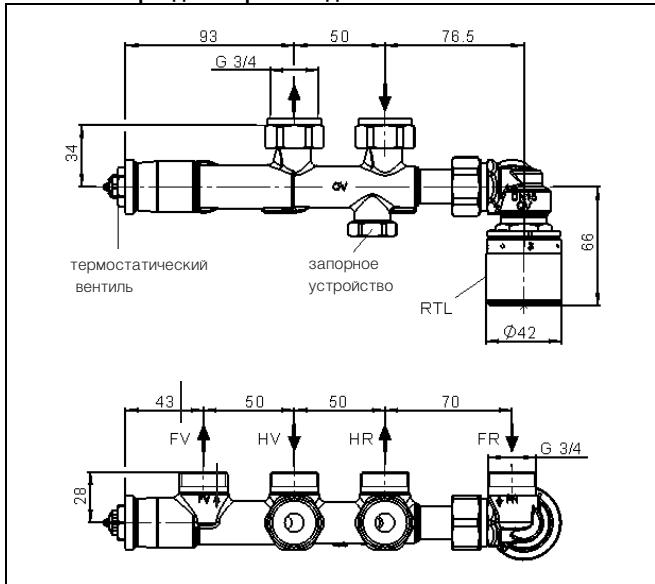
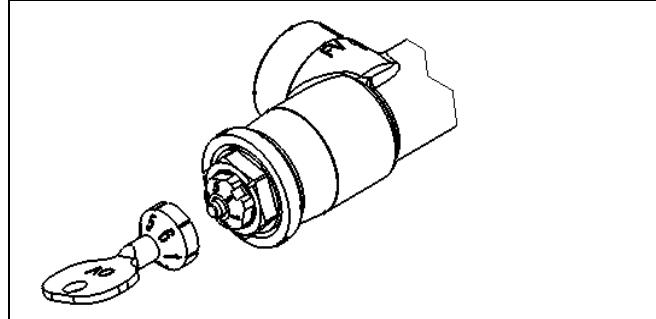

Рис. 3 Размеры
Рис. 8 Настройка терmostатического вентиля
Отопительный прибор крепить в соответствии со строительными размерами (Рис. 3). Принять во внимание последующие отделочные работы (напр., укладка плитки). Трубопроводы контура отопительных приборов обрезать соответствующим образом.
Перед вводом в эксплуатацию систему надо заполнить и спустить воздух. Для этого сначала переставить настройку терmostатического вентиля на самое большое значение (значение настройки 6, рис. 8).
Терmostатический вентиль (рис. 3) настроить в соответствии с рассчитанным значением гаечным ключом SW 13 или специальным ключом (рис.8).
Ограничитель обратного потока (рис. 3) настроен на определенное значение (заводская настройка: $3 \approx$ ок. 30°C).
2. Снять защитную крышку с запорного устройства (рис. 3).